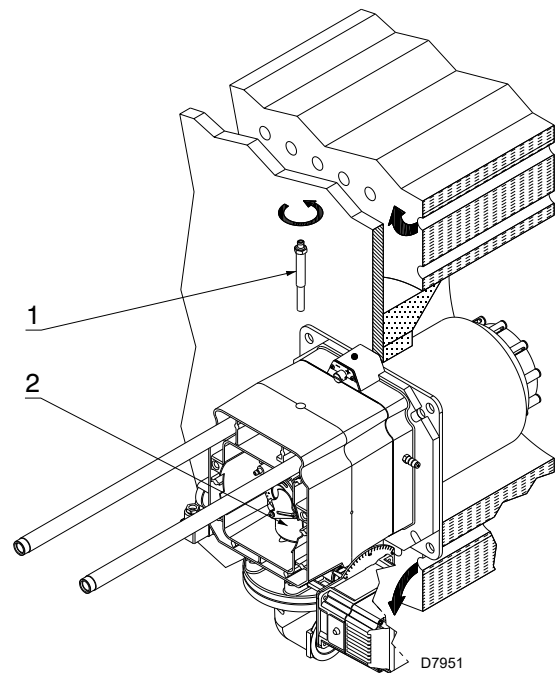

Abb. 14
- die Schraube 1)(Abb. 14) entfernen;
- das Innenteil 2)(Abb. 14) des Kopfes herausziehen und deren Einstellung vornehmen.
An dieser Stelle der Installation ist der Flammkopf am Heizkessel wie in Abb. 14 befestigt.